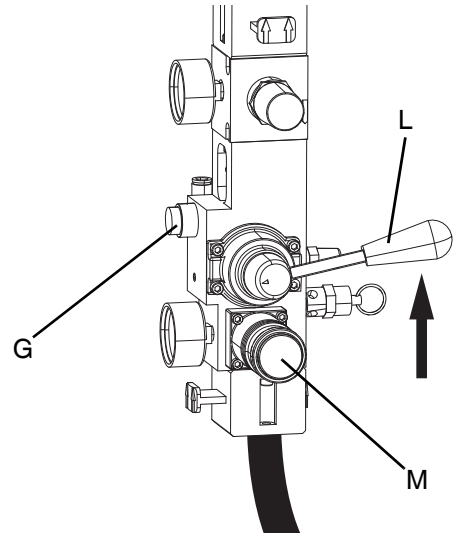

图 9: 用于更换料桶的气动控制装置
- 按住气动控制装置上的排放按钮 (G)，直到压盘 (D) 完全与桶脱离。见图 9。